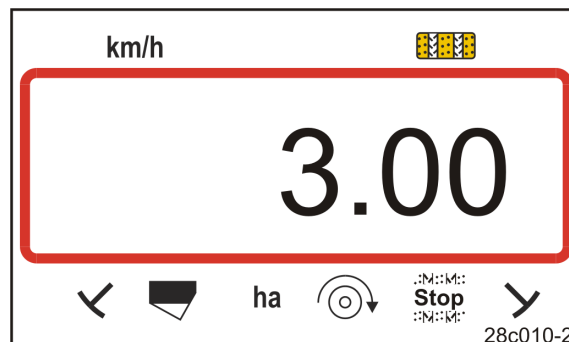

Рис. 21
- Индикация: сохраненная ширина захвата [м], например, 3,0 м (Рис. 21).